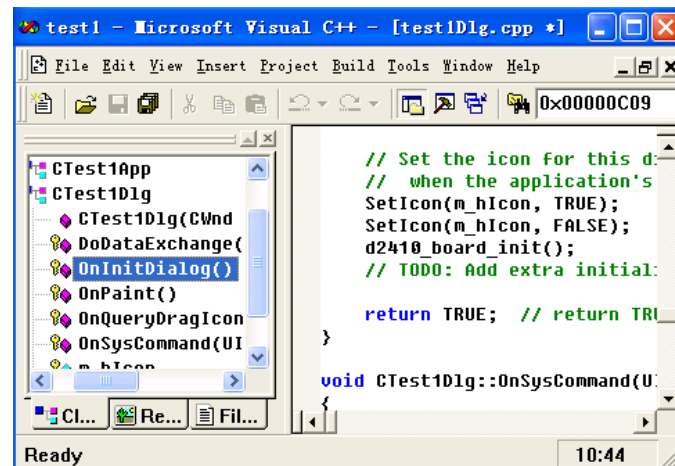

图 7-10 程序增加初始化函数
(11) 在 CTest1Dlg::OnInitDialog()函数中添加代码: d2410_board_init();如图 7-10: